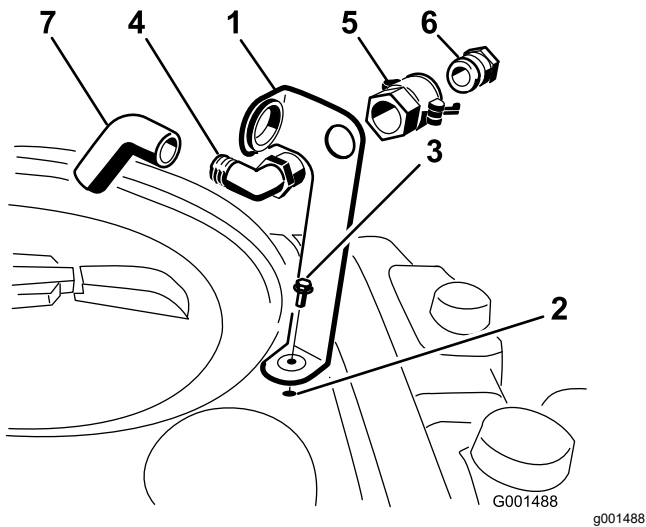

图 3
1. 如图 3 所示将加水口插口支架放在药缸的螺纹孔上方用凸缘头螺栓5/16 x 3/4 英寸 固定。
2. 将 90° 弯头的螺纹端穿过支架拧上快速接头固定至支架上 图 3。
3. 将软管适配器装入快速接头 图 3。
4. 将适配器锁定到位将手柄旋向适配器然后用发卡销固定 图 3。
5. 将防虹吸软管穿过支架上的大开口然后插入到 90° 弯头的宝塔接头上 图 3。